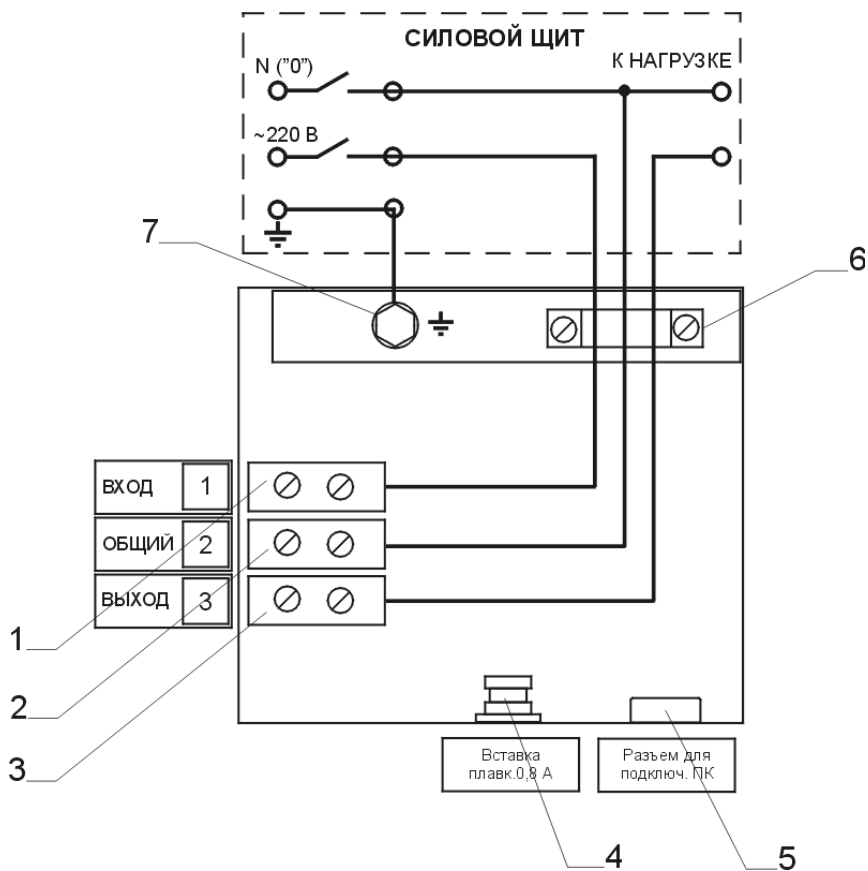

Рис.3. Схема подключения стабилизатора.
XS1 – блок клемм (см.рис.3), QF1 – автоматический выключатель «Сеть», TA1 – датчик тока блока силового, T1 – силовой трансформатор, SR1 – реле «Защита нагрузки», TA2 – датчик тока нагрузки, SR2 – реле защиты блока силового, XS2 – разъем для подключения ПК,
6.1 Подключение стабилизатора производить с соблюдением требований ПУЭ, в следующем порядке, в соответствии со схемой (рис.3).